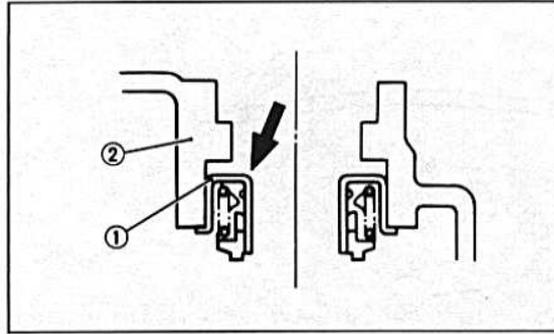

Bild 84
- Die Aufnahme der Dichtung beim Einbau mit YAMAHA Bond 1215 abdichten (Bild 84).